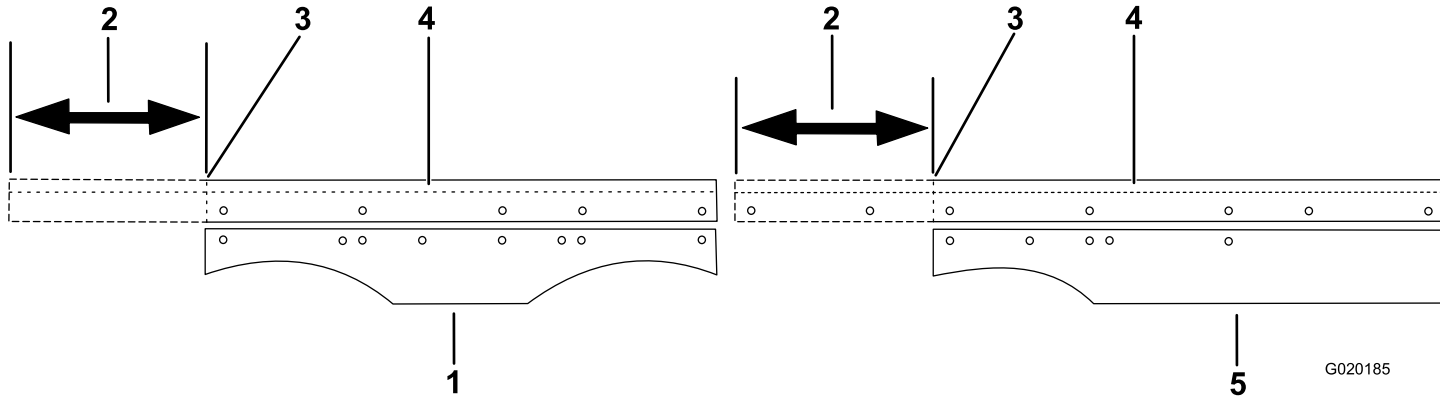

Figure 3
- Pour les tabliers de 52 pouces, coupez les jupes de patin au second cran du côté montré à la Figure 3. Faites ensuite passer la jupe par dessus pour que les trous soient alignés sur ceux du tablier de coupe de 52 pouces.